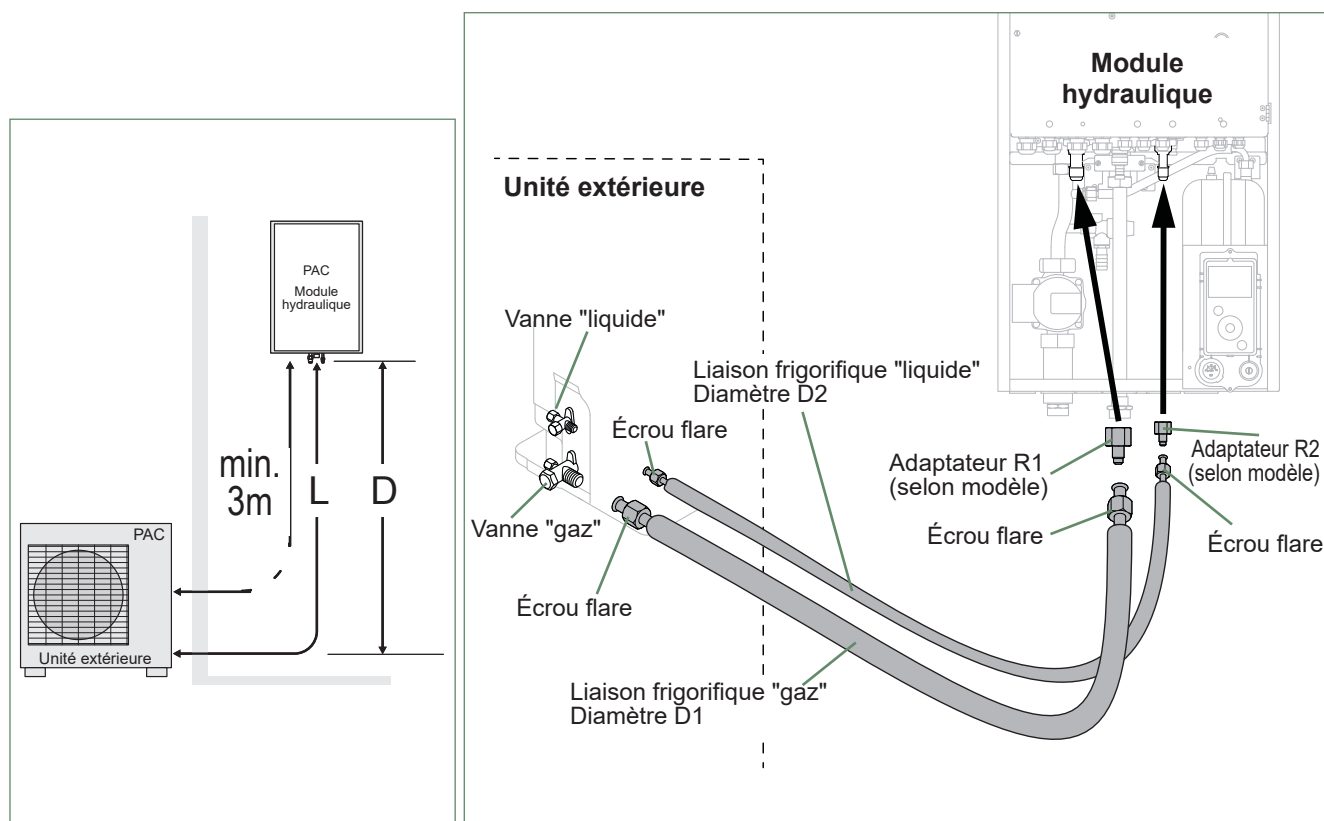

fig. 32 - Raccordement des liaisons frigorifiques (diamètres et longueurs permises)
- Suivant le cas, raccorder un adaptateur (réduction) 1/4"- 3/8" ou 1/2"- 5/8" (voir fig. 32).